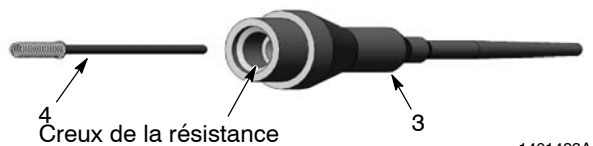

Fig. 18 Dépose de la résistance de son support
6. Voir la figure 18. Retirer la résistance (4) du porte-résistance (3). Nettoyer le porte-résistance.
2. Voir la figure 18. Injecter environ 0,6 cc de graisse diélectrique dans le creux de la résistance.